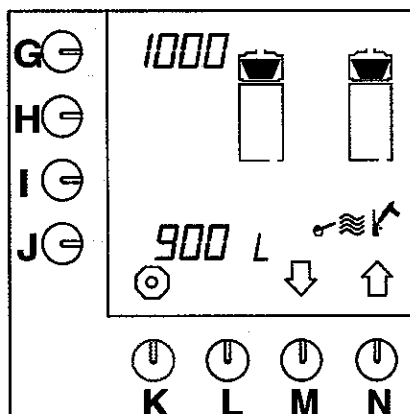

Fig. 40 Afkalkningssignal for kaffebryggeren
- Afkalkningssignalet for alle typer kaffebryggere er standardindstillet til 1000 liter, se positionen ved siden af valgknappen (G.) i fig. 40.
- Tryk på valgknappen (M.)↓, indtil fig. 40 vises i displayet.